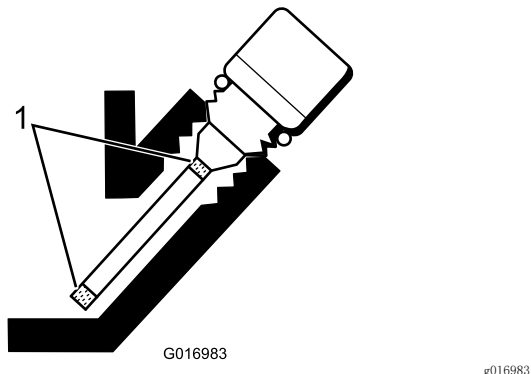

图30
5. 如果油位较低，请添加足够的机油，使油位升到量油尺上的开口标记之间（图30）。